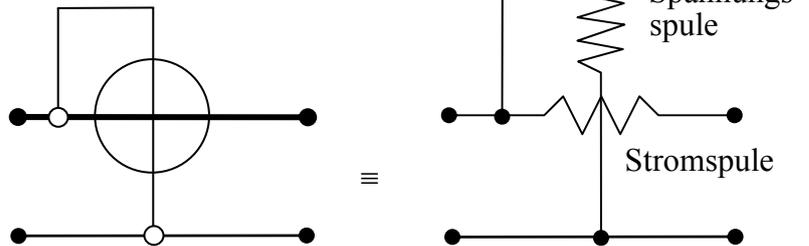

Bild 5b : Wattmeter
Die Wirkleistung P_w nach Gl (4b) ist die in der Technik interessierende Messgröße; sie wird im Leistungsmesser (Wattmeter) erfasst (Schaltungssymbol siehe Bild 5b). Ihre Einheit ist Watt (W):